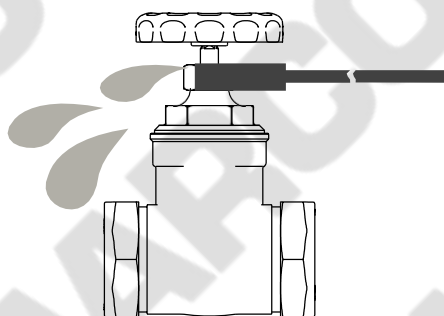

图 13
- 压衬垫物的螺母在出货的时候已经旋紧，在使用前的保管过程中可能会发生所以必要的时候要重新拧紧螺母，但请不要拧紧过度。（图13）
- 在定期保养检查中发现压衬垫物的螺母处有漏水现象时，请直接关闭阀门。然后适度用力旋紧螺母。（参照图13）